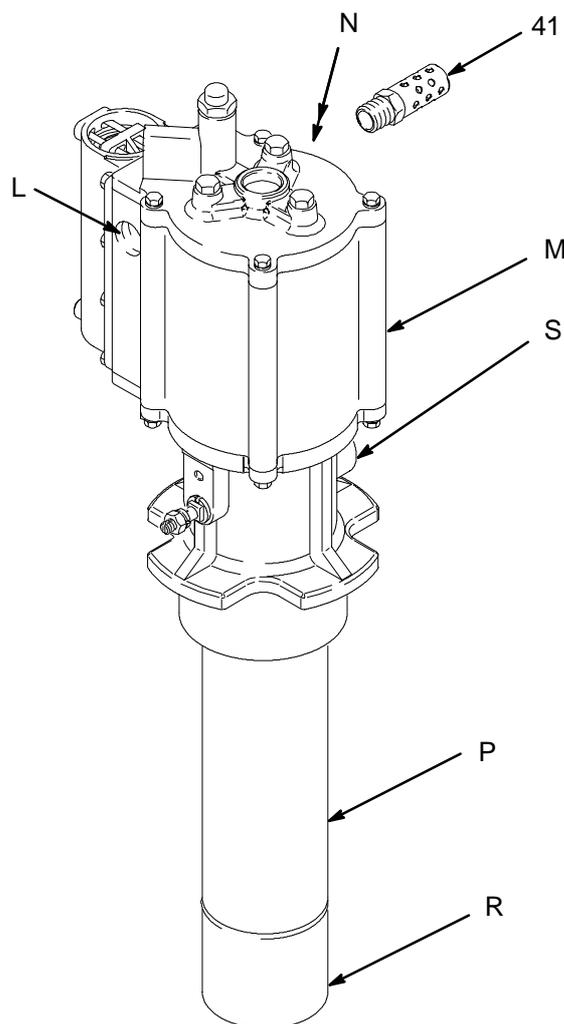

Fig. 1
Este equipo consiste en dos componentes principales: el motor neumático (M) y la base de bomba (P). Vea la Fig. 1. La bomba presenta un diseño en línea, lo que significa que la base de bomba se enrosca directamente en el motor, sin utilizar bielas ni acoplamientos. La base de bomba puede colocarse directamente en el fluido que está siendo bombeado.
Antes de hacer funcionar la bomba compruebe que el silenciador está correctamente instalado en la lumbrera de escape (N). Vea la Fig. 1.